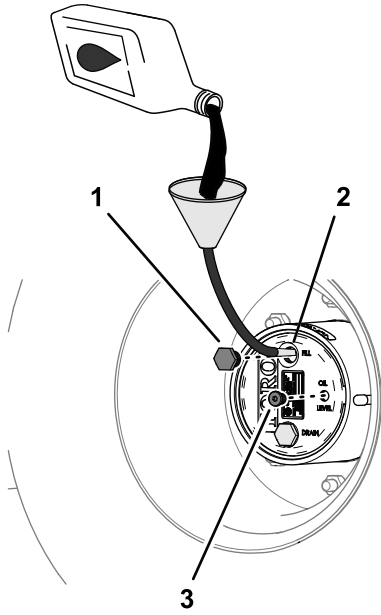

Figura 95
verificación (Figura 95); consulte Especificación del lubricante del engranaje planetario (página 72).
6. Instale el tapón de llenado y el tapón de verificación (Figura 95).
1. A través del orificio del tapón de llenado, añada lentamente el lubricante de engranajes especificado; consulte la Figura 95 de Comprobación del lubricante de la transmisión planetaria \(página 72\).
3. Instale el tapón de llenado y el tapón de verificación; consulte la Figura 95 de Comprobación del lubricante de la transmisión planetaria \(página 72\).